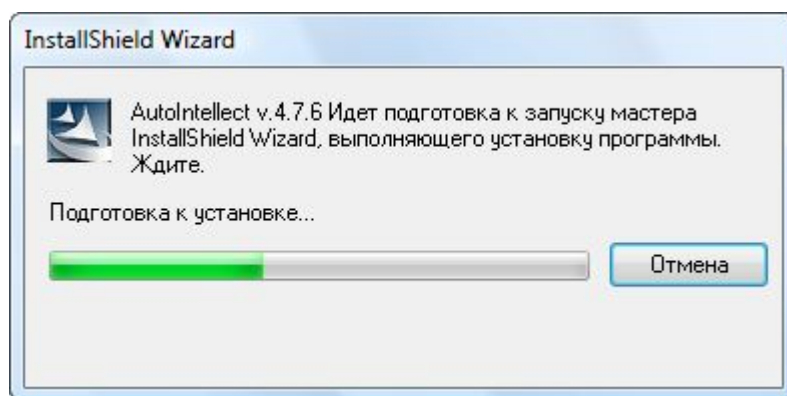

Рис. 6.6-2 Диалоговое окно отображения процесса подготовки к запуску мастера «InstallShield Wizard»
- c. На данном этапе происходит запуск процесса установки. Выполняется подготовка к запуску мастера «InstallShield Wizard», выполняющего установку программы (см. Рис. 6.6-2).